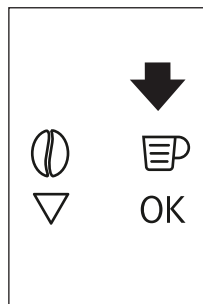
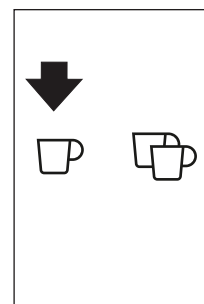
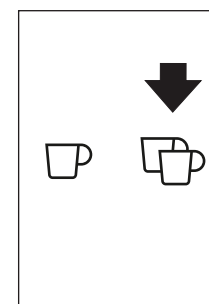

Fig. 18
Fig. 19
Fig. 20
- ▶ Apăsați pe pictograma (B5) (Fig. 18) pentru a selecta tipul de cafea: espresso, ceașcă mică, ceașcă medie, ceașcă mare, cană. Atingeți tasta ☐ (B10) (Fig. 19) dacă doriți să preparați o cafea și tasta ☐☐ (B11) (Fig. 20) dacă doriți să preparați două cafele. Aparatul râșnește cafeaua și începe să distribuie cafeaua preparată în ceașcă. După ce a fost distribuită cantitatea de cafea setată, mașina oprește automat distribuția și elimină zațul de cafea în recipientul pentru zațul de cafea.